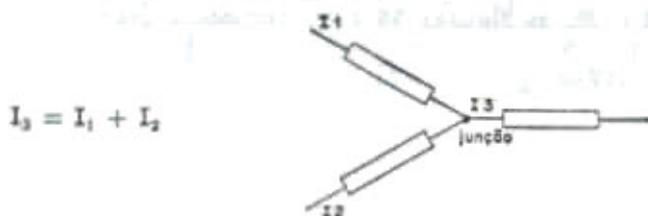

Fig. 33
1.^a — A corrente total que entra numa junção do circuito é igual à corrente total que sai da mesma junção (Fig. 33)